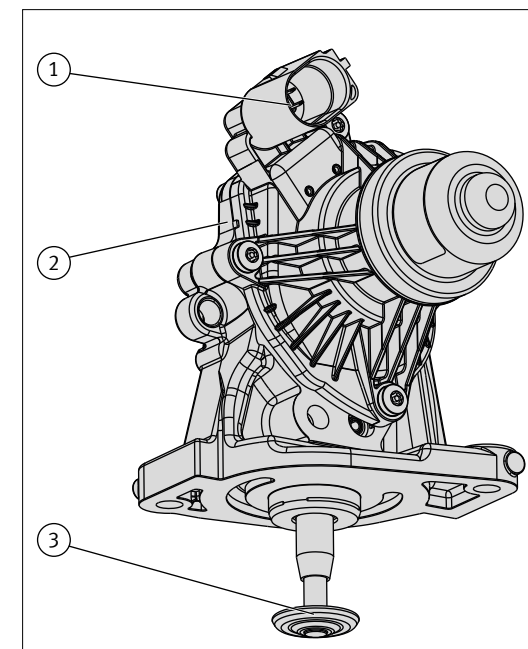

Abb. 1/ Fig. 1/ Puc. 1/ 图1
- Branchez la fiche de connexion à la prise (1) du boîtier de la vanne EGR (Fig. 1) avant de procéder au montage.
- La vanne EGR est à présent alimentée en courant. Ceci se constate par le fait que la face de la soupape (3) est légèrement aspirée dans le boîtier de la vanne (2).
- Соедините перед монтажом разъем электрического соединения и штекер корпуса (1) клапана системы EGR (рис. 1).
- Выберите сервисную функцию «Замена клапана системы EGR». Таким образом к клапану системы EGR подается напряжение. Это распознается по тому, что головка клапана (3) незначительно втягивается в корпус клапана (2).